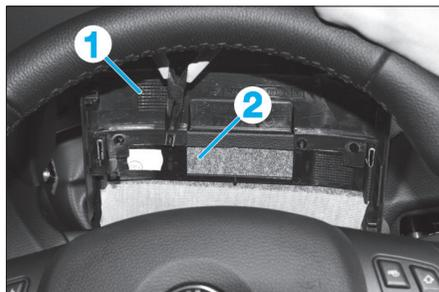

Fig. 6
- Basculer l'habillage supérieur (1) de la colonne de direction vers l'avant (Fig.6).